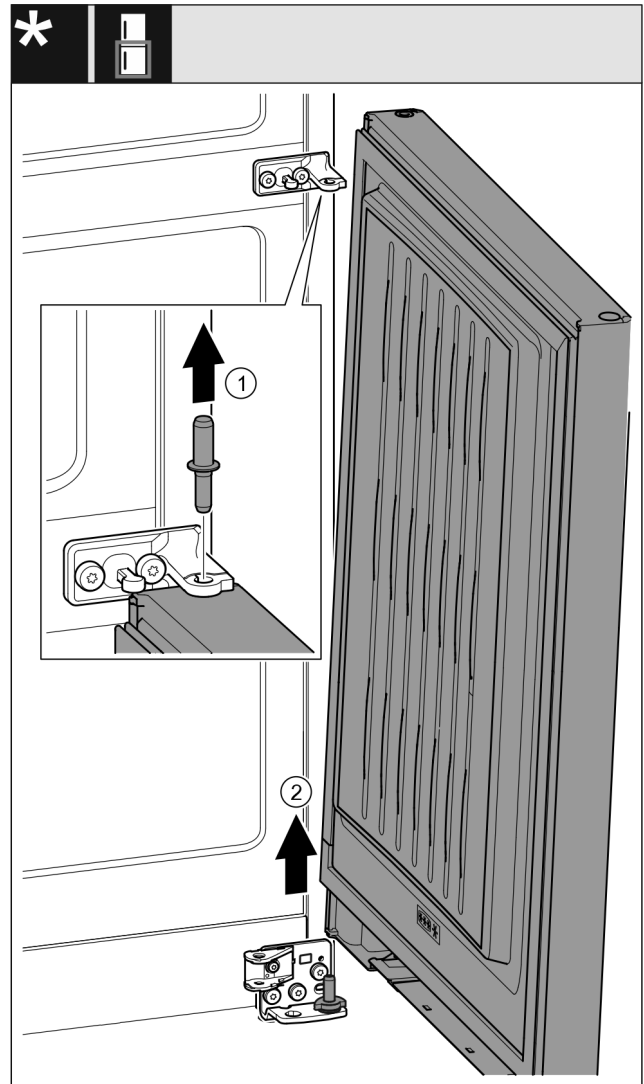

Fig. 27 Me amortizator të mbylljes*
- Nxirrni bulonat Fig. 27 (1) duke i ngritur lart.*
- Anoni paksa derën Fig. 27 (2) për ta ngritur, tërhiqeni lart dhe lëreni mënjane.*